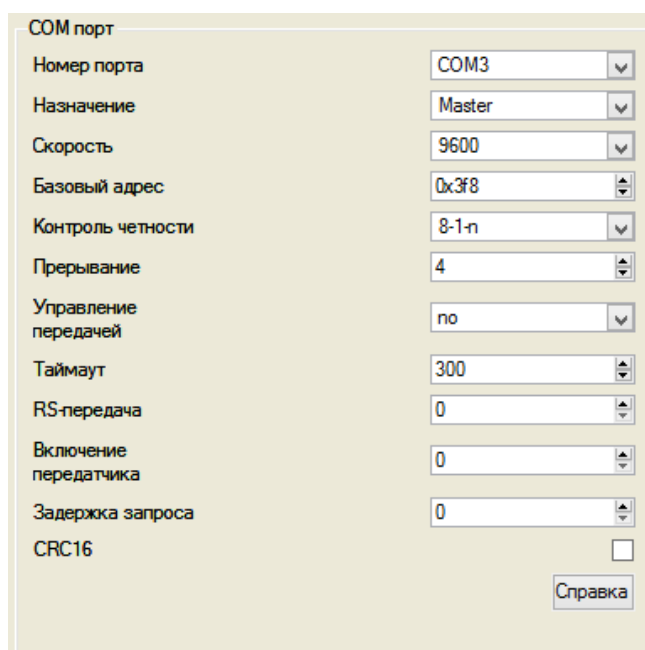

Рис. 19. Настройка COM-порта в Trace Mode.
1. Поскольку обмен с ПЛК будет выполняться по последовательному интерфейсу, необходимо в узле проекта создать сначала группу COM-порты, а потом и сам COM-порт, после чего произвести его настройку (рис. 19) .